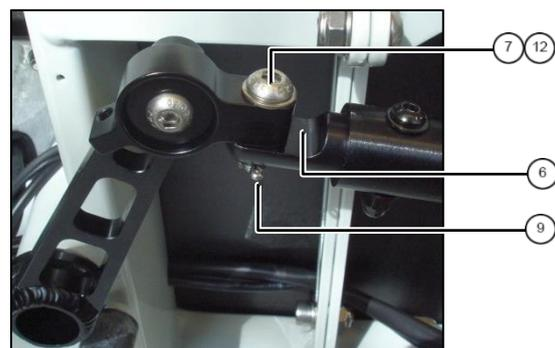

Abb. 6: hintere Befestigung
7. Schraube ^⑦ mit Unterlegscheibe ^⑫ durch Gelenkblock stecken, mit Gewindekleber versehen und in hinteres Endstück ^⑥ einschrauben (siehe Abb. 6). **Anzugsmoment 8Nm.**
8. Splint ^⑨ montieren.